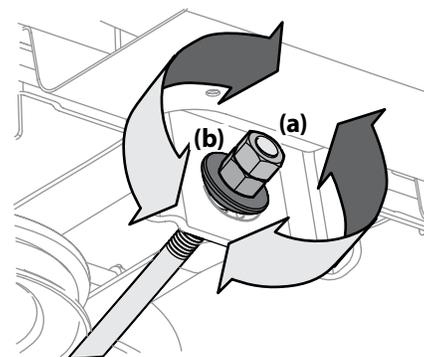

Figura 4-5
5. Para *eleva*r el frente de la plataforma, extraiga la tapa de extremo, afloje la tuerca exterior (a) y apriete (rosca hacia adentro) la tuerca interior (b) contra la ménsula de suspensión delantera. Consulte la Figura 4-5. Una vez alcanzado el ajuste adecuado, vuelva a ajustar la tuerca exterior (a) y vuelva a colocar la tapa de extremo.
6. Para *bajar* el frente de la plataforma, extraiga la tapa de extremo, afloje la tuerca exterior (a) y afloje (rosca hacia afuera) la tuerca interior (b) alejándola de la ménsula de suspensión delantera. Consulte la Figura 4-5. Una vez alcanzado el ajuste adecuado, vuelva a ajustar la tuerca exterior (a) y vuelva a colocar la tapa de extremo.